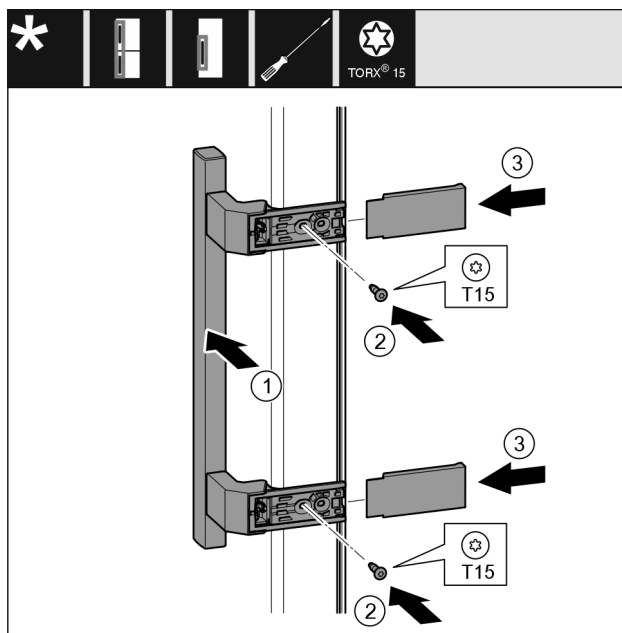

Fig. 41
- ▶ Helyezze fel a fogantyút Fig. 41 (1) a másik oldalra.
- ▶ Húzza meg a csavarokat Fig. 41 (2) csavarhúzóval.
- ▶ Helyezze fel a fedelet Fig. 41 (3) oldalra, és tolja fel őket.